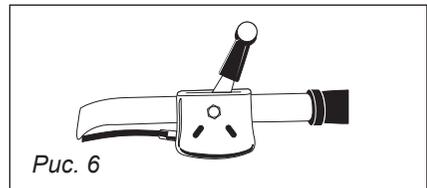

Рис. 6
7. Закрепите рычаг газа на левой рукоятке и зафиксируйте болтом, *рис. 6.*